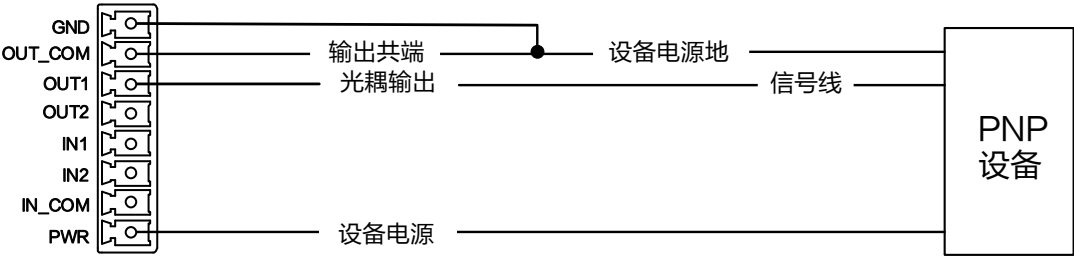

图4-12 输出信号接 PNP 设备（方式 2）
- 外部设备可通过光源控制器的 PWR、GND 接口进行供电，供电电压为 24V，最大输出电流为 150mA，接线图请参见图 4-12 所示。